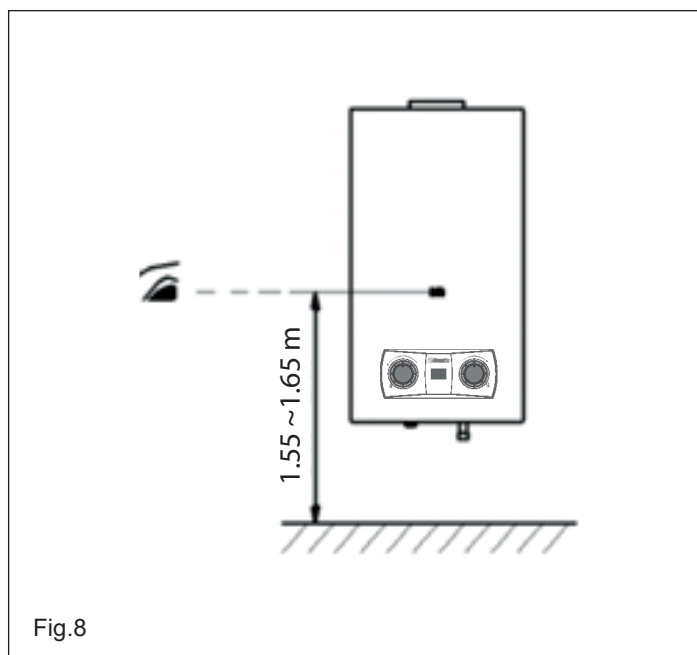
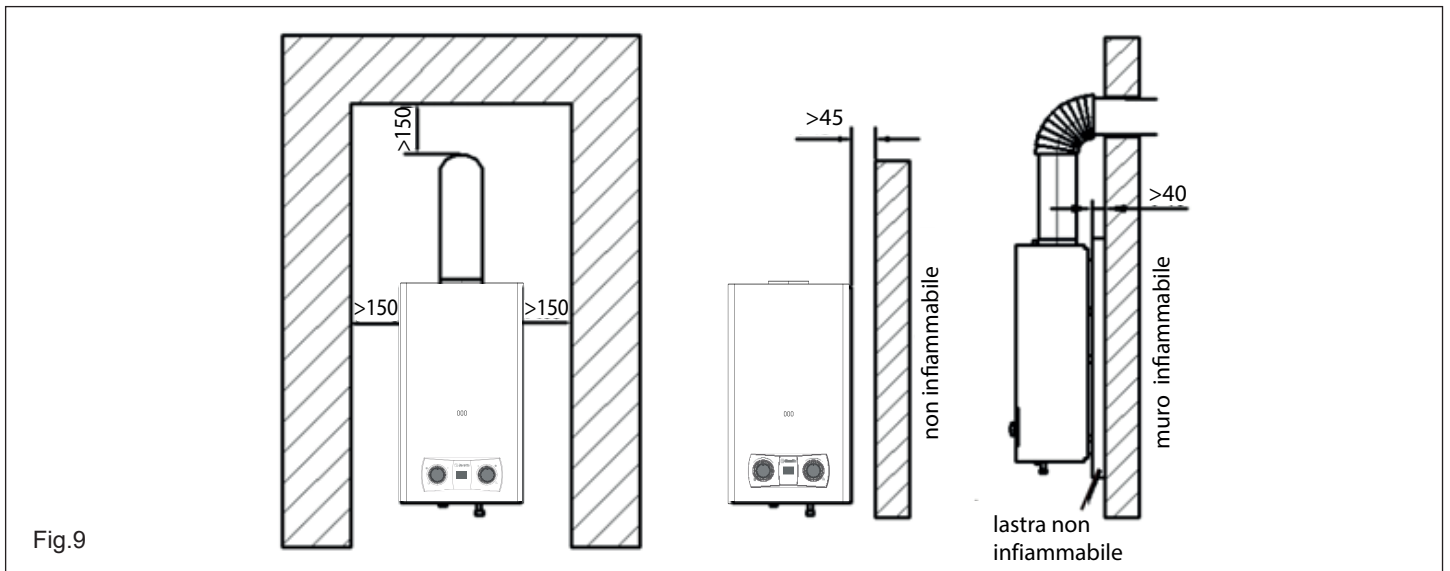

Fig.8
Fig.9
- La finestra di ispezione fiamma dell'apparecchio deve trovarsi all'altezza degli occhi a circa 1,55 m-1,65 m dal pavimento. (Fig.8). L'apparecchio deve mantenere determinate distanze dagli oggetti vicini siano essi infiammabili o ritardanti di fiamma in caso di incendi (Fig.9).